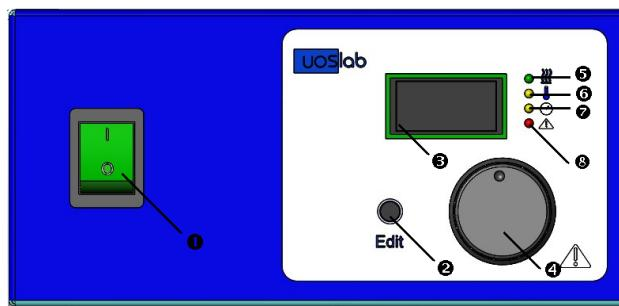

Рис. 1
- 5.1.1. Шафа оснащена електронним контролером, що містить цифровий дисплей, індикатор нагріву, кнопку переходу в режим редагування програмами, регулятор з кнопкою (рис. 1):